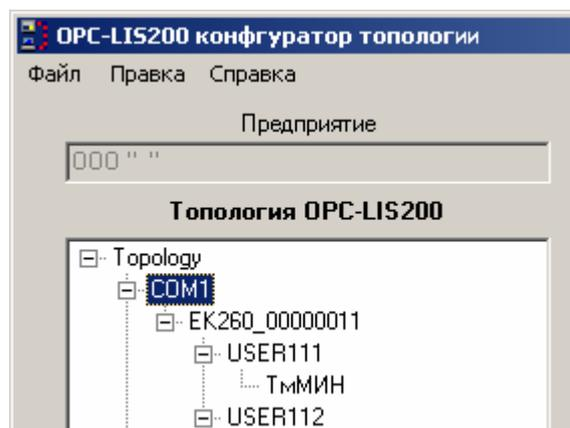

Рисунок 30
- Узел “Порт” – объект, содержащий конфигурацию (информацию о подключениях электронных корректоров объема газа к одному из COM портов) одного из COM портов компьютера. На рис. 30 представлен фрагмент окна конфигуратора с выделенным узлом “Порт”.